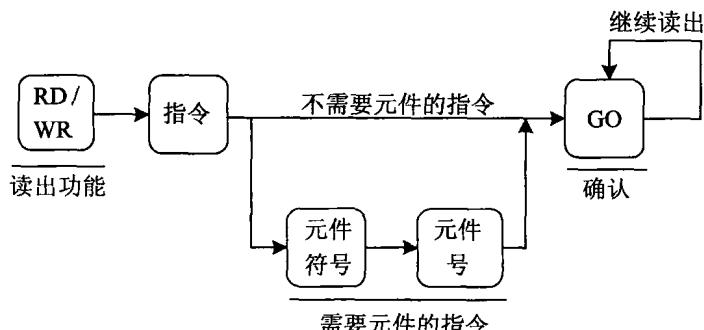

图 6-17 根据指令读出程序的基本操作
(2) 根据指令读出程序:指定指令,从 PLC 用户程序存储器中读出并显示程序的基本操作如图 6-17 所示。